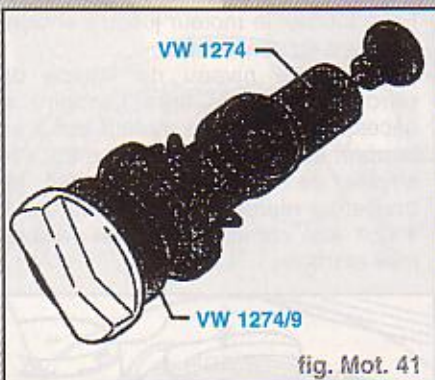

fig. Mot. 41
- À l'aide de l'adaptateur **V.A.G. 1274/9**, visser le bouchon sur le contrôleur (fig. mot. 41).